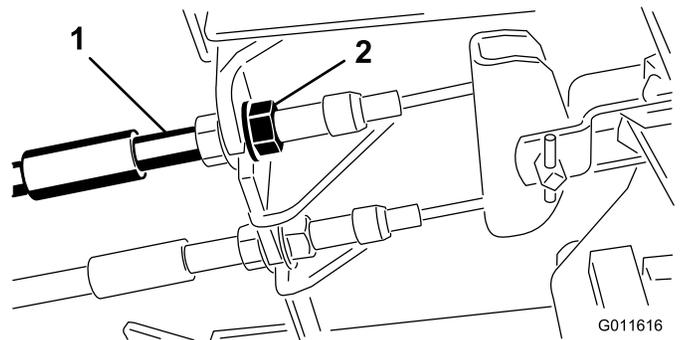

Рисунок 64
1. Чтобы уменьшить свободный ход тормозных педалей, затяните тормоза, ослабив переднюю гайку на резьбовом конце троса тормоза (Рисунок 64).